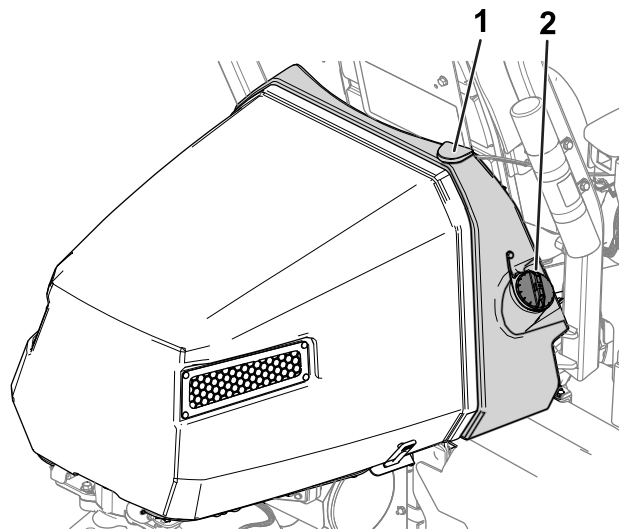

Figura 27
2. Curăți în jurul capacului rezervorului de combustibil i îndepărtați-l (Figura 27).